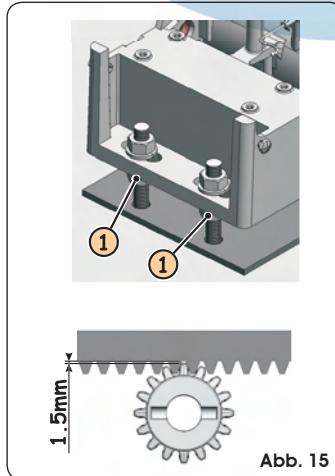

Abb. 15
- Nach dem Einbau der Zahnstange sollte die Position des Getriebemotors um etwa 1,5 mm (Abb. 15) abgesenkt werden, um das ordnungsgemäß Eingreifen zwischen Ritzel und Zahnstange zu gewährleisten.